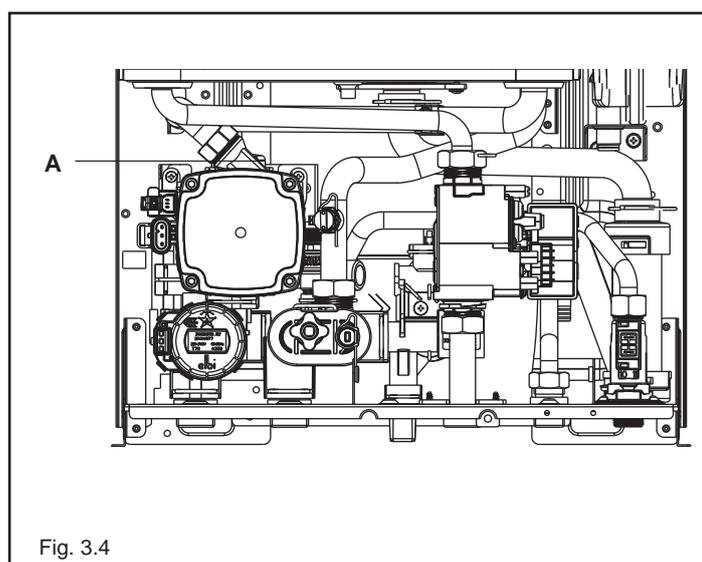

Fig. 3.4
1. Aprire di due o tre giri il tappo della valvola inferiore (A, fig. 3.4) di sfogo aria automatica e **lasciarlo aperto**.